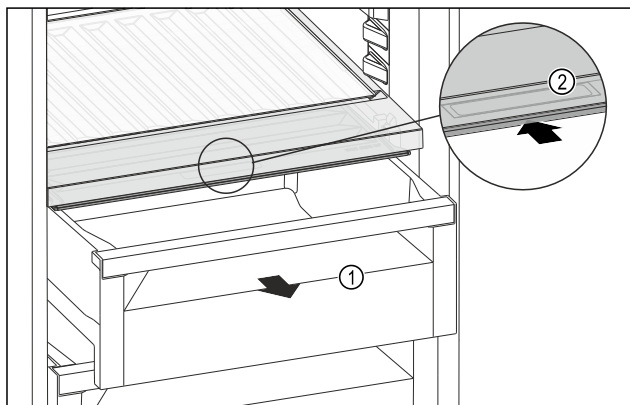

Fig. 171
- ▶ Wyciągnąć szufladę Fig. 171 (1).
- ▶ Chwycić uchwyt wpuszczany Fig. 171 (2) na pokrywie komory i przesunąć pokrywę jednocześnie do tyłu.